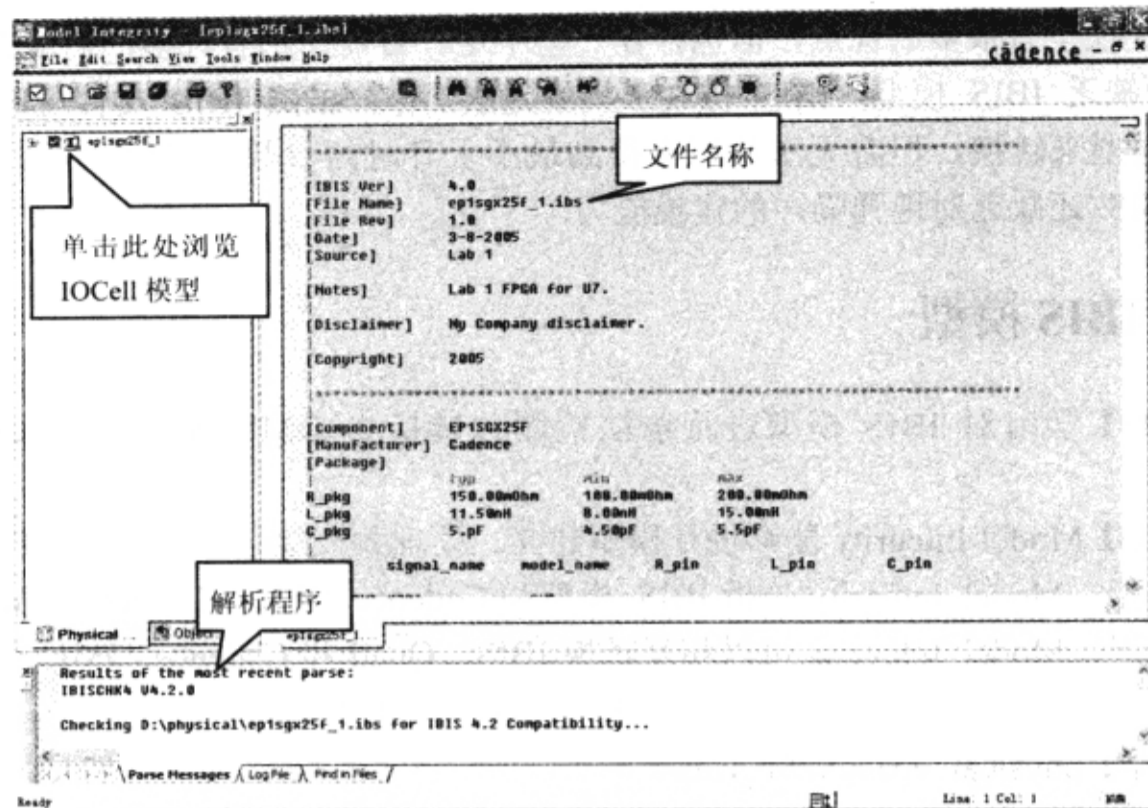

图 2-4-2 模型内容
(2) 在“Model Integrity”窗口执行菜单命令“File”→“Open”，打开 D:\physical\ep1sgx25f\_1.ibs 文件，如图 2-4-2 所示。